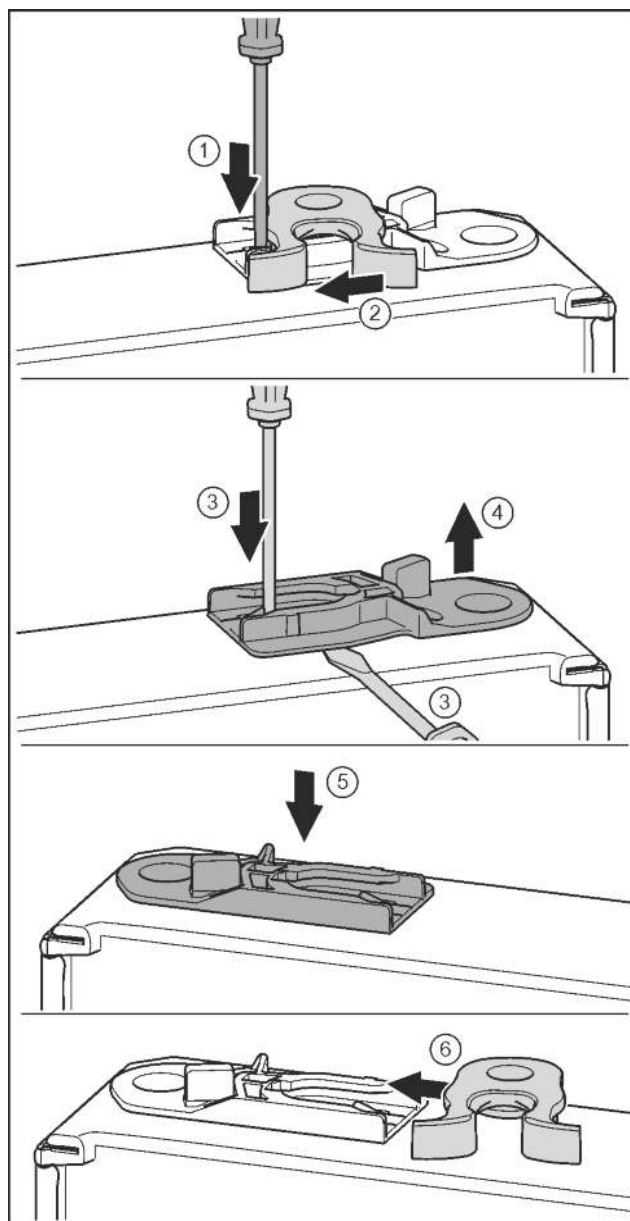

Fig. 19
- Нажать накладку шлицевой отверткой вниз. Fig. 19 (1)
- Запорный крючок вывести из направляющей. Fig. 19 (2)
- Извлечь направляющее гнездо: нажать накладку шлицевой отверткой и одновременно переместить ее шлицевой отверткой под направляющее гнездо. Fig. 19 (3, 4)
- Прилагаемое при поставке направляющее гнездо вставить на другой стороне корпуса. Fig. 19 (5)
- Запорный крючок вставить в направляющую. Fig. 19 (6)